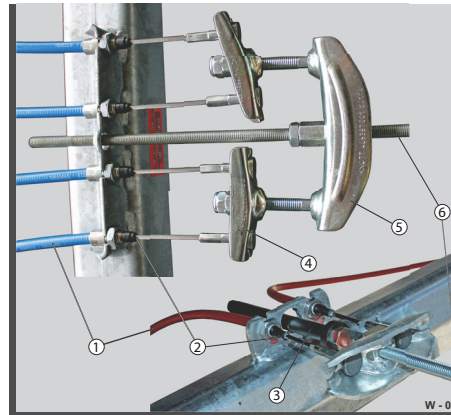

Abb. 50 Tandemausgleich: Schmierstellen
Der Tandemausgleich ist für die gleichmäßige Bremsung aller Radbremsen verantwortlich. Alle Bowdenzüge (Abb. 50/1) müssen ordnungsgemäß eingestellt und
geschmiert sein. Der Bremsgestängehalter (Abb. 50/3) verhindert eine Fehlbremmung.
- ▶ Offene Bremsseile (Abb. 50/2) fetten.
- ▶ Eine Nachjustierung des Tandemausgleichs (Abb. 50/5) ggf. durchführen.